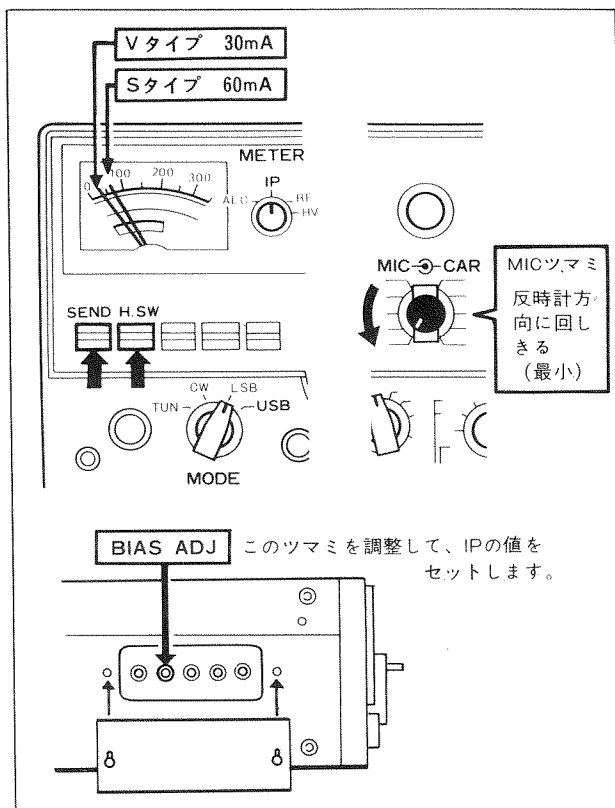
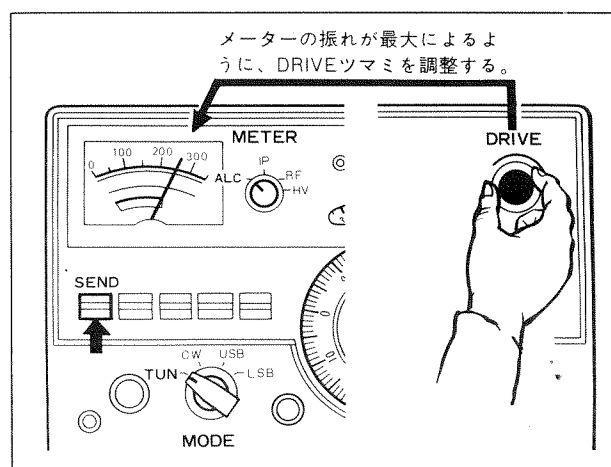

図5
図6
- ① スタンバイスイッチを **REC → SEND** にします。
- ② メーターが図5のようにになっていることを確認してください。
- ③ この指示が規定の値（Sタイプ60mA、Vタイプ30mA）からはずれている場合は、図5に従って、正しく調整してください。
- ④ スタンバイスイッチを **SEND → REC** にします。
- 図6のように、MODEスイッチ、METERスイッチを合わせます。スタンバイスイッチを **REC → SEND** にします。
- ⑤ スタンバイスイッチを **SEND → REC** にします。